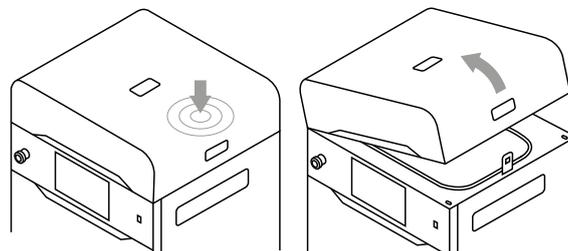

Abbildung 3.1 Öffnen des Druckerdeckels.
4. Drücke auf den Deckel und ziehe ihn am Griff nach oben (Abb. 3.1).